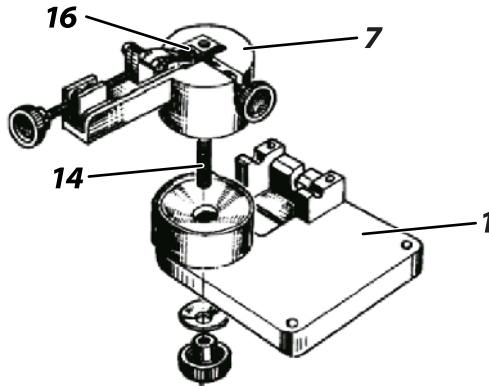

Рис. 2
**Сборка (Рис. 2)**
1. Установите основание (1) на твёрдую и ровную поверхность.
2. Вставьте установочный винт (14) в отверстие подвижного рабочего стола (7) и совместите их с отверстием на основании (1). Закрепите конструкцию гайкой.
4. Установите прижимные пластины (16) в технологические отверстия.